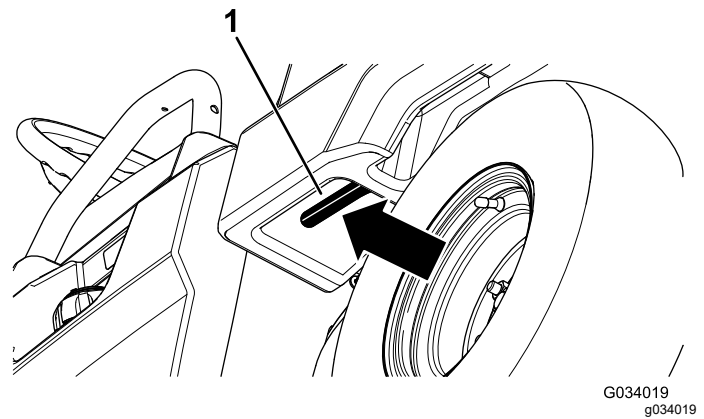

Figura 12
1. Tire hacia usted de la palanca situada a la izquierda, dentro de la plataforma de carga, y eleve la plataforma de carga (Figura 12).
1. Eleve ligeramente la plataforma de carga levantando la palanca de enganche (Figura 12).